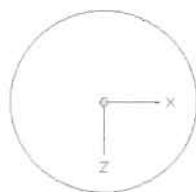

图 12-20
(5) 选择“视图>三维视图>平面视图>世界 UCS”菜单命令，设置 WCS 的 XY 平面为观测画面，生成平面视图，如图 12-20 所示。从图中可以看到圆柱体的端面为正圆，并且坐标图标已变为断笔图标。